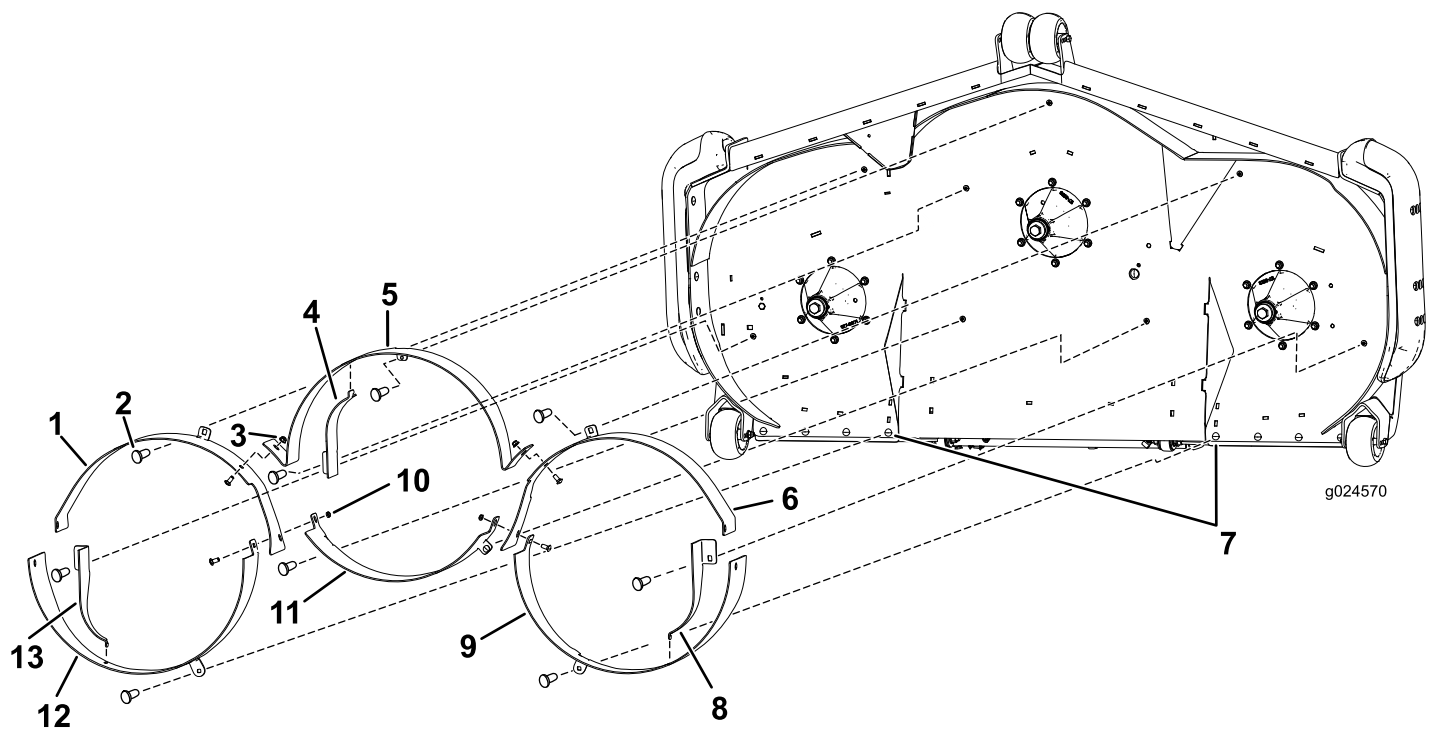

Figura 2
1. Instale los deflectores delanteros exteriores usando 1 perno de cuello cuadrado ($\frac{3}{8}$ " x $\frac{7}{8}$ ") y 1 tuerca con arandela prensada ($\frac{3}{8}$ ") en cada deflector (Figura 2).
2. Instale el deflector delantero central usando 3 pernos de cuello cuadrado ($\frac{3}{8}$ " x $\frac{7}{8}$ ") y 3 tuercas con arandela prensada ($\frac{3}{8}$ "), como se muestra en la Figura 2.
3. Instale los deflectores traseros exteriores usando 1 perno de cuello cuadrado ($\frac{3}{8}$ " x $\frac{7}{8}$ ") y 1 tuerca con arandela prensada ($\frac{3}{8}$ ") en cada deflector (Figura 2).